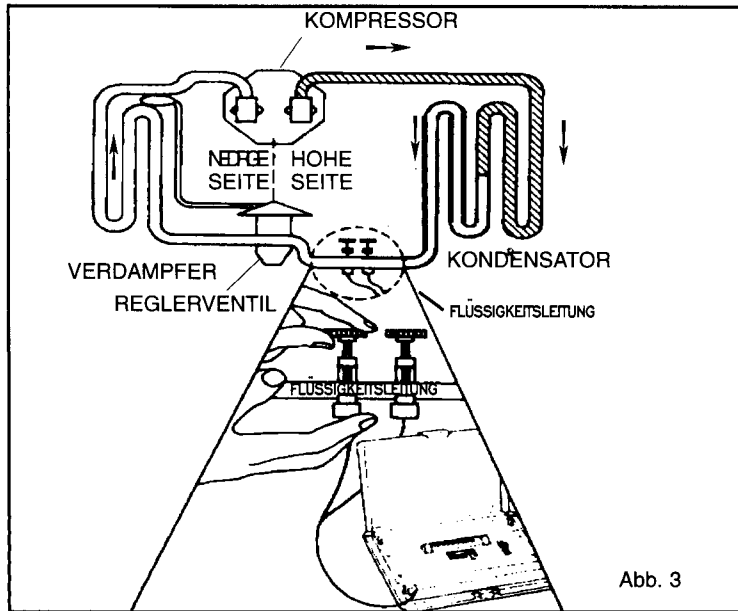

Abb. 3
Beide Sonden so an die **Flüssigkeitsleitung** klemmen, daß sie gut sitzen und ein guter Kontakt mit dem Rohr vorliegt (siehe Abb. 3). Am besten ist es, wenn die Sonden sich in einem Abstand von ca. 2,5 bis 3,75 cm nebeneinander befinden. Wenn sie sich gegenseitig berühren, wird ihre Funktion beeinträchtigt. Laut Beschreibung auf Seite 30 testen.
2. Die Sonden des elektronischen Schauglases an der Flüssigkeitsleitung befestigen (siehe Abb. 3) und wie auf Seite 30 beschrieben testen.